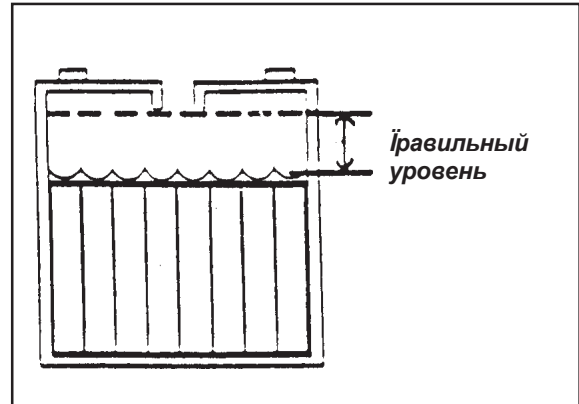

Рисунок 14
1. Держите электролит на правильном уровне. Правильный уровень - это положение на 1/4" (1/2 см) ниже дна трубки в каждой секции и выше верхней части пластин. Каждый раз перед зарядкой батарей проверяйте уровень электролита. Смотрите рис. 14.